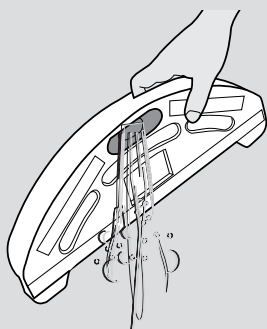

Fig. 16
4. Etter mopping må du fjerne vanntanken og moppen. Åpne gummilokket og hell resten av vannet ut av tanken. [Fig. 16]